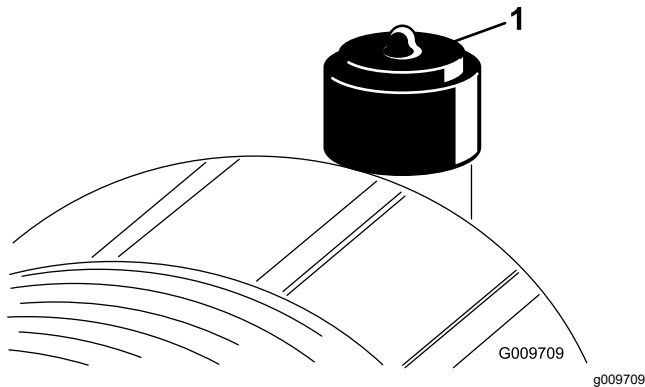

Figura 49
Effettuate la manutenzione del filtro dell'aria quando l'indicatore (Figura 49) lo richiede. Sostituendo il filtro dell'aria prima del necessario si aumenta il rischio che la morchia penetri nel motore quando si toglie il filtro.
2. Se la spia (Figura 49) è rossa, resettatela.